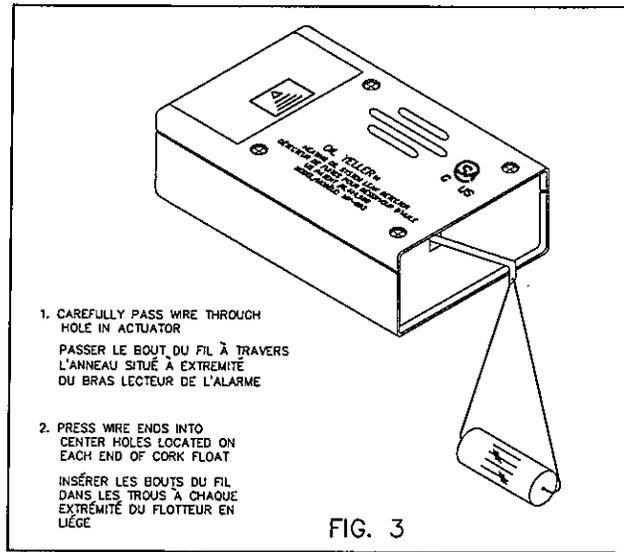

FIG. 3
4. Installation d'alarme : Passer le bout du fil de support a travers l'anneau situé a l'extrémité du bras lecteur de l'alarme. Installer le flotteur en passant chaque extrémité du support dans les trous. Le flotteur devrait suspendre librement en position horizontale. Figure 3.